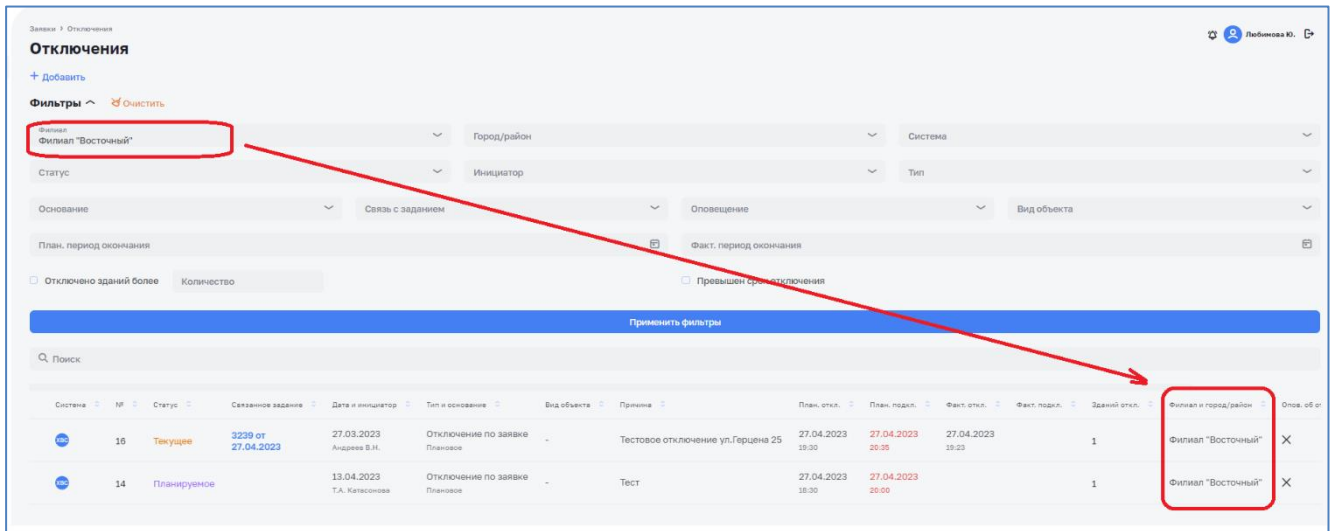

Рисунок 125 – Фильтрация отключений
- Кнопка «Фильтры» для фильтрации списка отключений путем установки критериев фильтрации (Рисунок 125).